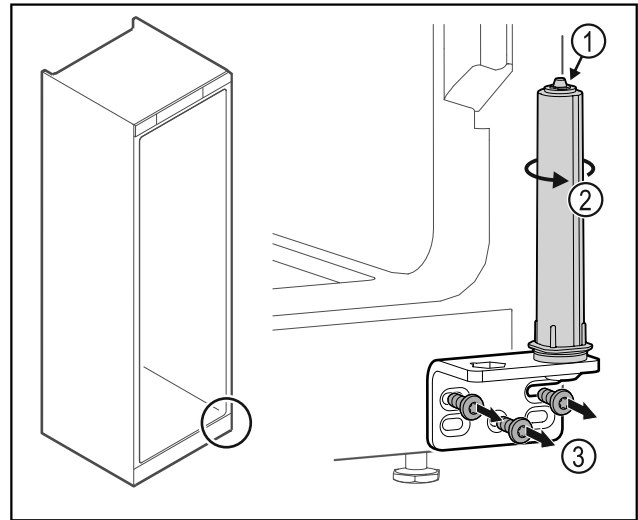

Fig. 34
- ▶ Nerozebírejte uzavírací systém dvířek Fig. 34 (1).
- ▶ Otáčejte uzavíracím systémem Fig. 34 (2), dokud nezavakne.
- ▶ Odšroubujte úhelník závěsu Fig. 34 (3).